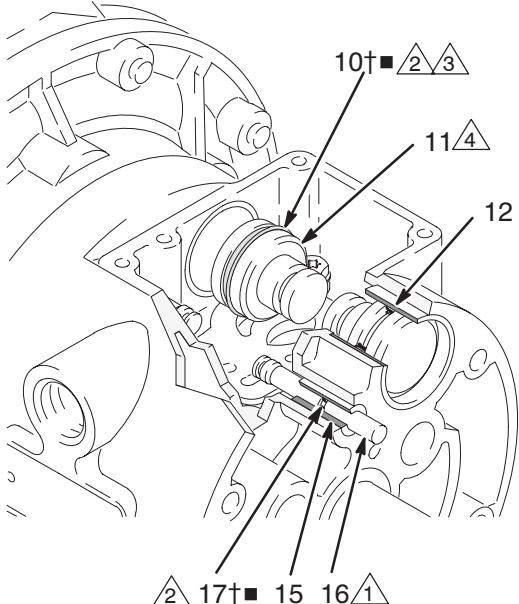

Рис. 10
4. Извлеките два исполнительных штока (11) из подшипников (12). Выньте и-образные прокладки (10) из штоков. Вытащите направляющие стержни (16) из подшипников (15). Выньте уплотнительные кольца (17) из нажимных штырьков. См. Рис. 10.
6. Осмотрите подшипники (12, 15) прямо на месте. См. Рис. 10. Подшипники имеют коническую форму, и если они повреждены, извлекать их следует с наружной стороны. Это требует разборки секции для жидкости. См. стр. 22.
4. Установите уплотнительное кольцо (17†■) на каждом направляющем стержне (16). Нанесите смазку на стержни и на уплотнительные кольца. Вставьте стержни в подшипники (15), **узким** концом сначала. См. Рис. 10.
5. Установите и-образную прокладку (10†■) на каждом исполнительном штоке (11), чтобы рабочие кромки прокладок были обращены к **узкому** концу штоков. См. Рис. 10.
6. Смажьте маслом и-образные прокладки (10†■) и исполнительные штоки (11). Вставьте исполнительные штоки в подшипники (12), **широким** концом сначала. Оставьте узкий конец штоков открытым. См. Рис. 10.